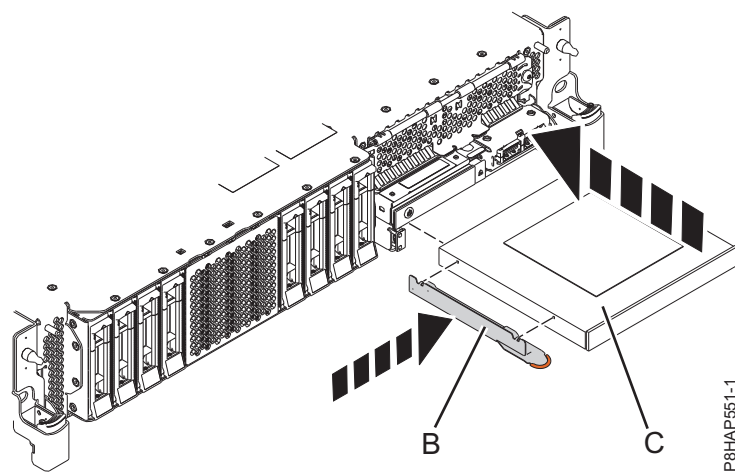
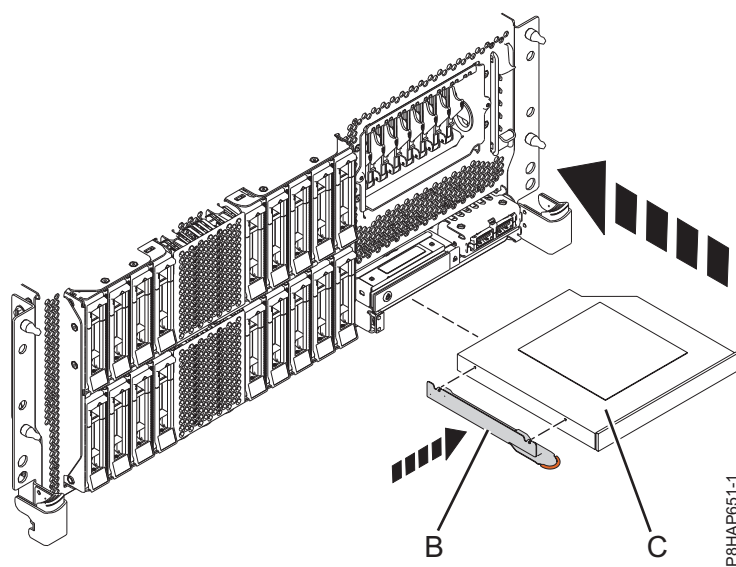
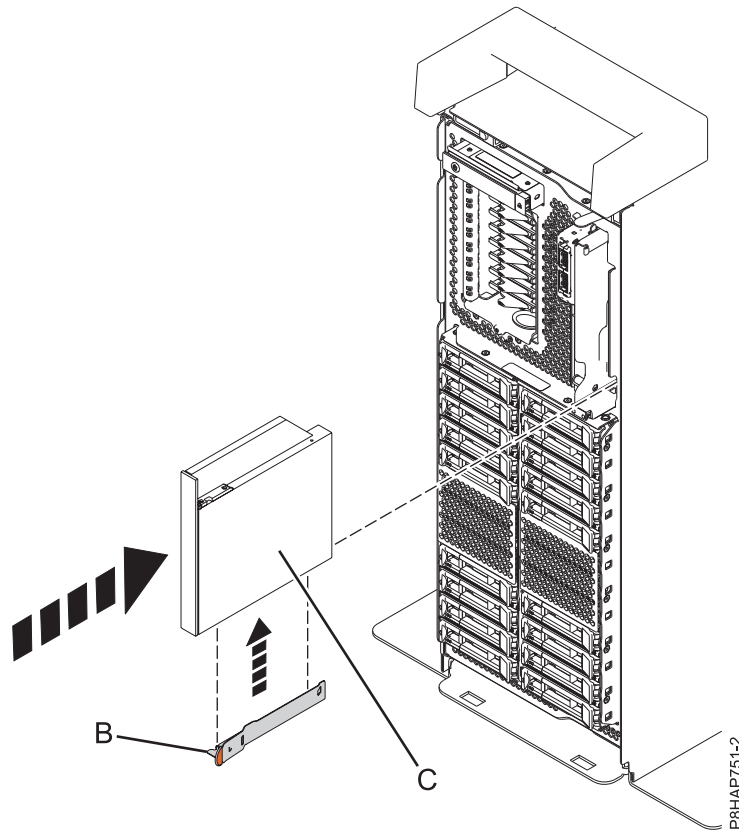

Figure 12. Installation d'une unité de stockage extra-plate sur un système 8284-21A ou 8284-22A
Figure 13. Installation d'une unité de stockage extra-plate sur un système 8286-41A ou 8286-42A monté en armoire
Figure 14. Installation d'une unité de stockage extra-plate sur un système autonome
5. Fixez le crochet de fixation (**B**) sur la nouvelle unité de stockage extra-plate, comme illustré dans figure 12, à la page 17 pour un système 8284-21A ou 8284-22A, figure 13, à la page 17 pour un système 8286-41A ou 8286-42A monté en armoire, ou figure 14, à la page 18 pour un système 8286-41A autonome.
Pour un système 8284-21A ou 8284-22A, voir figure 12, pour un système 8286-41A ou 8286-42A monté en armoire, voir figure 13, ou pour un système 8286-41A autonome, voir figure 14, à la page 18.